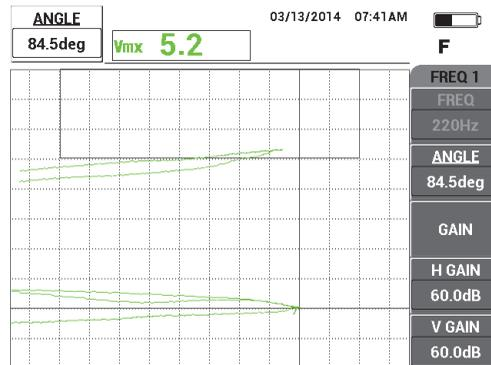

Figura 5-25 Señal de despegue inferior lo más horizontal posible
- Pulse la tecla ANGLE ($\triangleleft \theta$) y, después, utilice la rueda de ajuste para determinar la señal de despegue más baja y hacerla lo más horizontal posible. Vea la Figura 5-25 en la página 158.